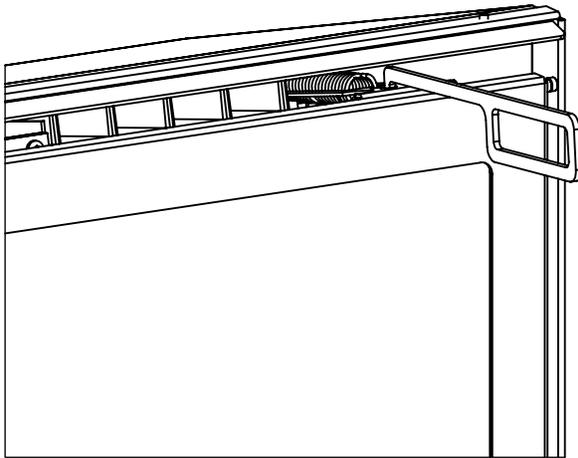
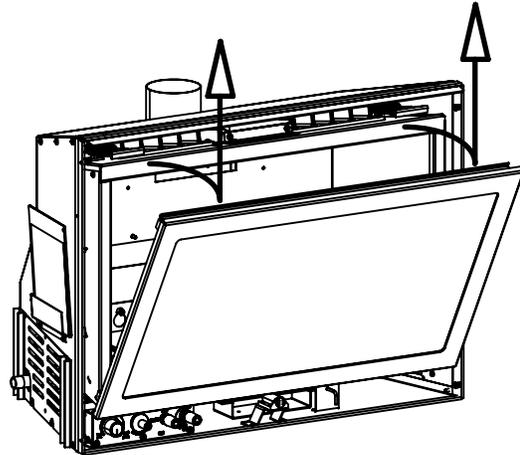

Figure 8: Dégagement de porte.
Figure 9: Déplacement de porte.
Enlevez la porte en verre en plaçant l'extrémité accrochée de l'outil de dégagement de porte dans le trou sur le mécanisme de verrou de porte (voyez Figure 8) et tirant le verrou puis vers le haut au-dessus de la lèvre sur la porte. Quand les deux (2) des verrous ont été libérés, inclinent la porte en avant et se soulèvent alors décrochent jusqu'à les étiquettes inférieures de porte (voyez Figure 9).